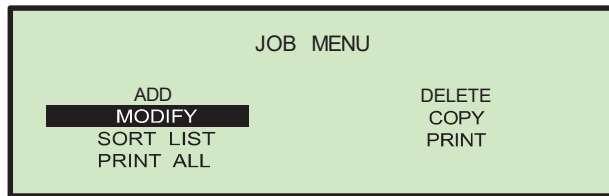

ABBILDUNG 25: Bildschirm Menü Arbeitsvorgang
- 1 Wählen Sie im Arbeitsmenü (Abbildung 25) **ADD (HINZUFÜGEN)** aus und drücken Sie auf **Enter (Eingabe)**. Der Bildschirm **RENAME JOB (ARBEITSVORGANG UMBENENNEN)** erscheint wie dargestellt.
- Wählen Sie auf dem Bildschirm Arbeitsmenü (Abbildung 25) **DELETE (LÖSCHEN)** aus. Der Bildschirm **SELECT JOB TO DELETE (ARBEITSVORGANG ZUM LÖSCHEN AUSWÄHLEN)** erscheint wie dargestellt.
- Wählen Sie auf dem Bildschirm Arbeitsmenü (Abbildung 25) **MODIFY (ÄNDERN)** aus. Es erscheint der Bildschirm **SELECT JOB TO MODIFY (ZU ÄNDERNDEN ARBEITSVORGANG AUSWÄHLEN)**.